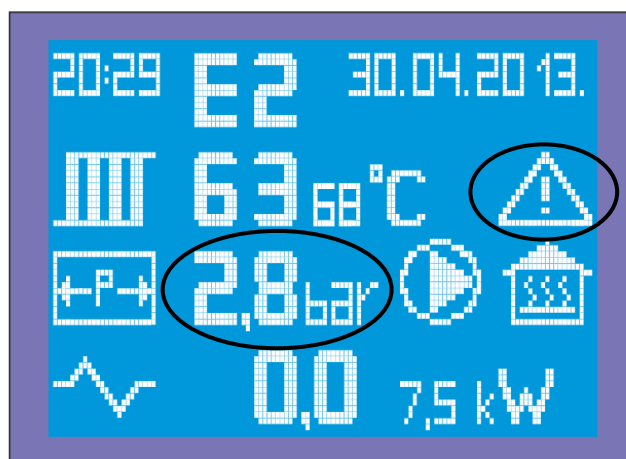

Bild 19: Warnung zum Betriebsdruck
- Auf der oberen rechten Seite unter dem Datum erscheint ein Warndreieck welches ebenfalls ständig blinkt (Abb. 19)
Um den Kessel in Betrieb zu halten, ist es notwendig, den Druck in den Normalwertrahmen zu bringen. Abbildung 19.